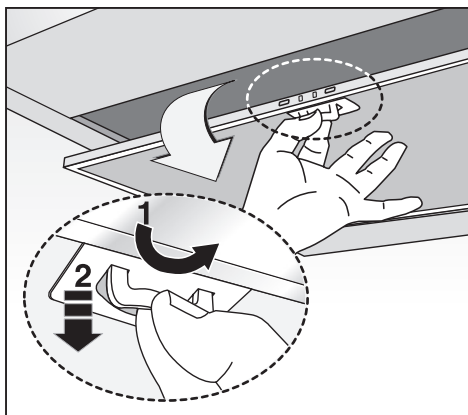

Fig.7
• Der Mindestabstand zwischen der Stellfläche für die Kochbehälter auf der Kochvorrichtung und dem unteren Teil der Abzugshaube muss mindestens **65 cm** betragen. Falls ein Verbindungsrohr verwendet wird, das aus zwei oder mehr Teilen zusammengesetzt ist, muss der obere Teil über den unteren gestülpt werden. Auf keinen Fall darf das Abluftrohr der Küchenhaube an ein Rohr angeschlossen werden, in dem Warmluft zirkuliert oder das zur Entlüftung von Geräten verwendet wird, die an eine andere Energiequelle als an Strom angeschlossen sind. Vor der Durchführung der Montagevorgänge, den/die Fettfilter entfernen, damit sich das Gerät leichter handhaben lässt (Abb.7).